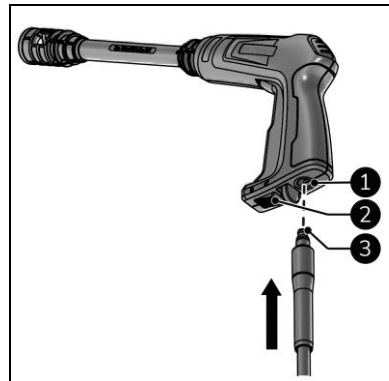

Abbildung 10
1. Stellen Sie sicher, dass die Sicherheitssperre unter dem Auslöser verriegelt ist (Abbildung 10, Pos. 2).
2. Schließen Sie den Hochdruckschlauch (Abbildung 10, Pos. 3) an Strahlpistole (Abbildung 10, Pos. 1) an.